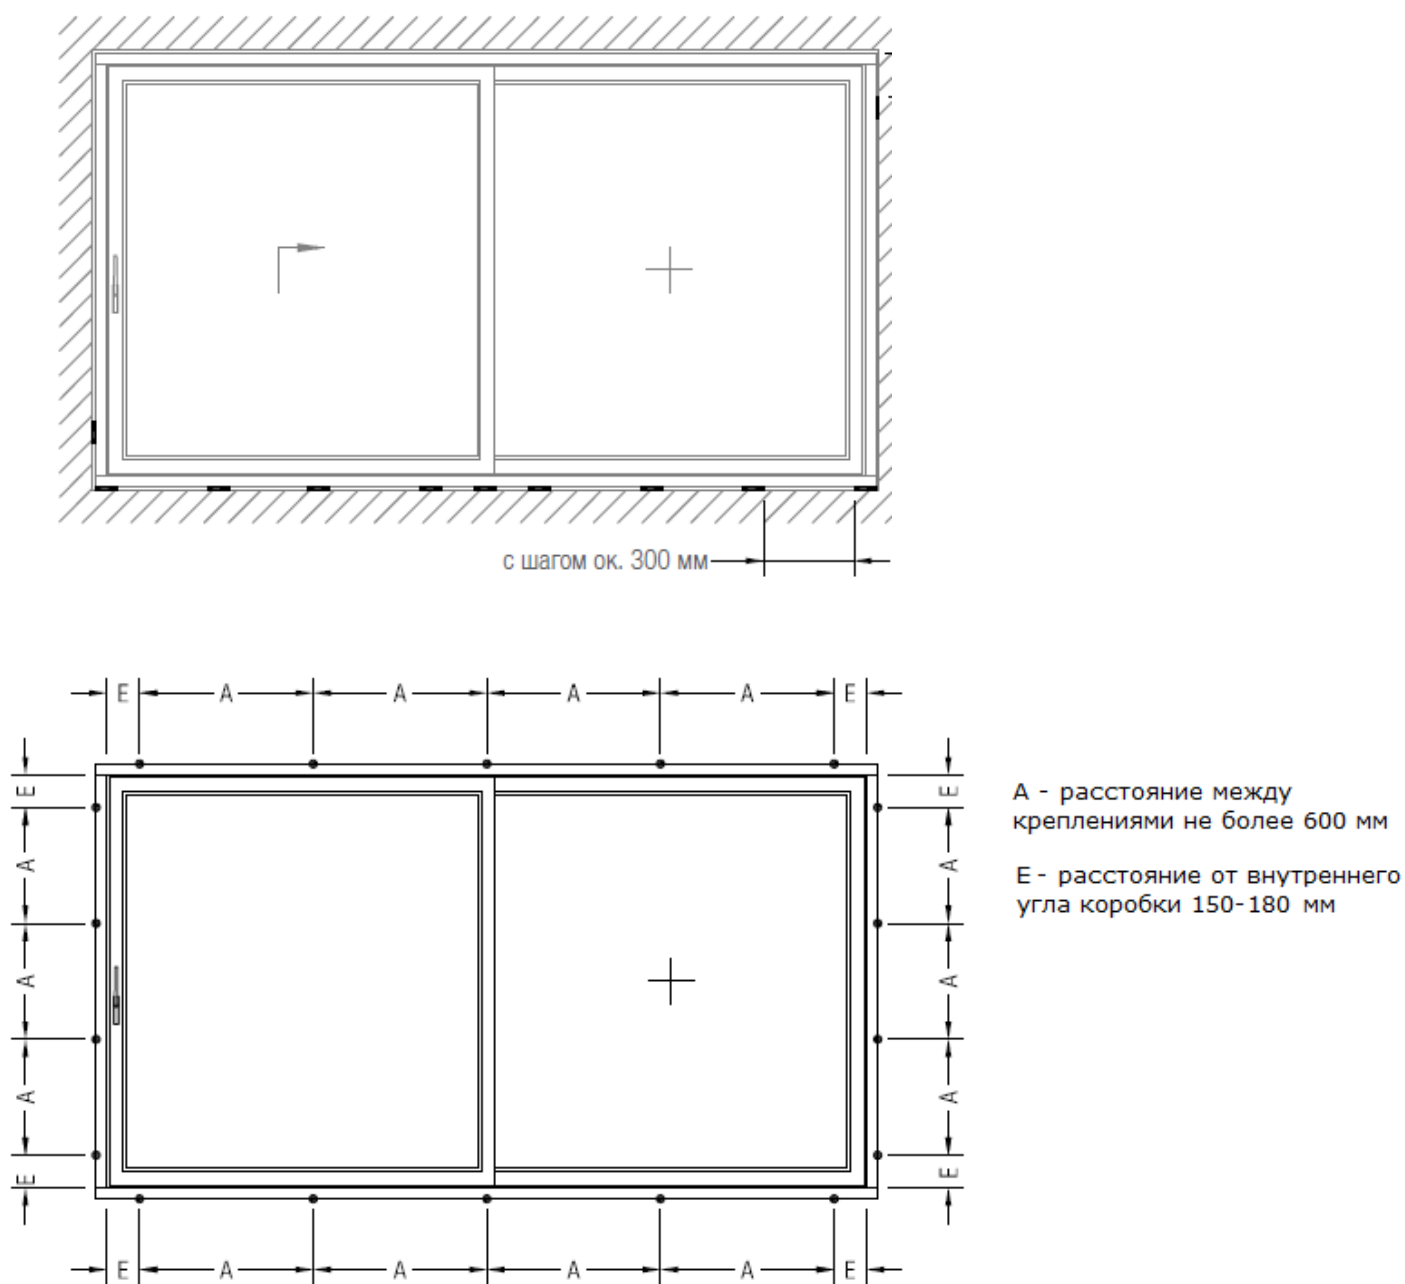

Рис. 5. Схема расположения опорных колодок и крепежных элементов
4. Низ рамы конструкции выставить по лазерному уровню, на опорные колодки с шагом не более 300мм. Просверлить технологические отверстия в профиле коробки Ø 6.5мм (рис. 5).